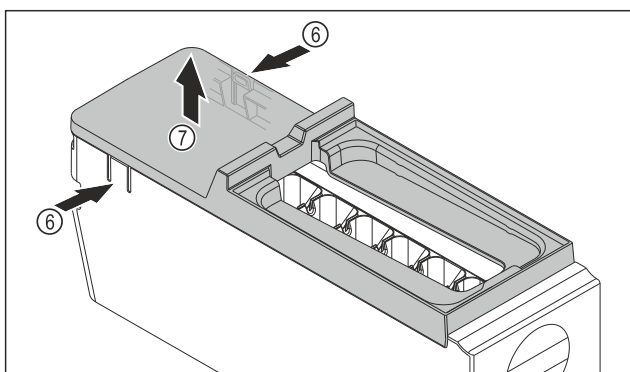

Fig. 84
- Fjern dekselet til hoveddelen til EasyTwist-Ice: Trykk på tappene Fig. 84 (6) på begge sider av hovedenheten til EasyTwist-Ice- med én hånd.
- Fjern dekselet Fig. 84 (7) ved å trekke det oppover med den andre hånden.